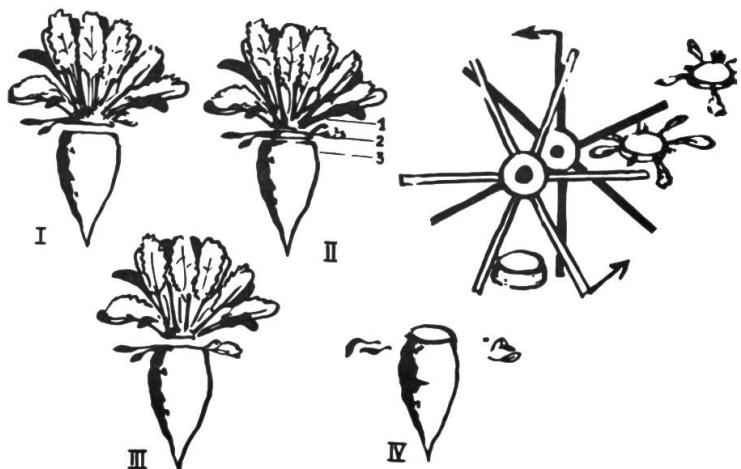

Abb. 5: Schematische Darstellung zur Arbeit mit der Putzschieleuder.
Solange die Rüben von Hand geköpft und gerodet wurden, konnte man sich immer wieder helfen. Im Zuge der Mechanisierung der Rübenernte (insbesondere bei der Rüben-Vollernte) müssen Mittel und Wege gesucht werden, um ohne Handarbeit saubere Rüben abzuliefern, und ein möglichst hohes Rüben-gewicht in die Fabrik zu bringen. Unser Bild 5 zeigt eine tief geköpft Rübe (I), die frei ist von Rübenblatt und Blattresten. Wenn wir das Köpfmesser der Vollerntemaschine 5 mm höher ansetzen (s. Bild II und Bild III), dann erzielen wir ein Mehrgewicht von 3,5 Prozent, müssten aber Restblätter an der Rübe in Kauf nehmen. Hier bringt nun die sog. Putzsleuder eine neue Lösung. Die Putzsleuder, ein Zusatzgerät zur Vollerntemaschine, hat 2 Sterne mit Gummischlägern, wobei der eine links herum und der andere rechts herum läuft. Durch diese gegenläufige Arbeit der Putzsleuder werden auch die letzten an der Rübe noch vorhandenen Blätter und Blattreste gründlich entfernt. Gleichzeitig wird aber auch die um die Rübe herumliegende Erde weggeschlagen und die Rüben etwas angehäuft. Die von der Putzsleuder freigestellten Rüben sind leichter zu roden und die Rübenerntemaschine ist leichter zu steuern. Wo das Rübenblatt untergepflügt wird, ist ein noch flacheres Köpfen möglich, da die an der Rübe verbleibenden Blätter von der Putzsleuder zuverlässig abgeschlagen werden. In diesem Falle steigert sich der Hektarertrag noch mehr. Kleinere Rübenköpfe bewirken auch kleinere Schnittflächen an den Rüben und damit geringere Zuckerverluste.